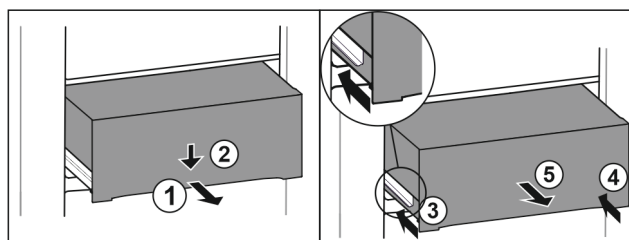

Fig. 103
- Estrarre il cassetto a metà. *Fig. 103 (1)*
- Premere il cassetto sul lato anteriore verso il basso. *Fig. 103 (2)*
- Spingere la guida sinistra di circa 2 cm verso l'interno. *Fig. 103 (3)*
- Spingere la guida destra di circa 2 cm verso l'interno. *Fig. 103 (4)*
- Rimuovere il cassetto tirandolo in avanti. *Fig. 103 (5)*